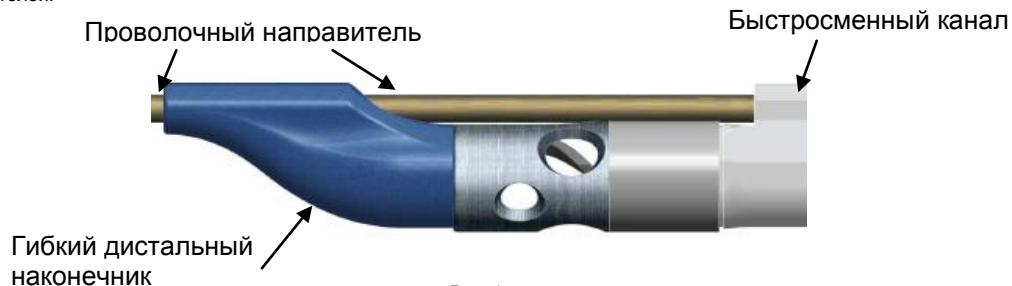

Рис. 1.
3. Зафиксируйте положение проволочного направителя. Введите направитель сквозь гибкий дистальный наконечник и быстросменный канал катетера ThromCat XT (рис. 1).